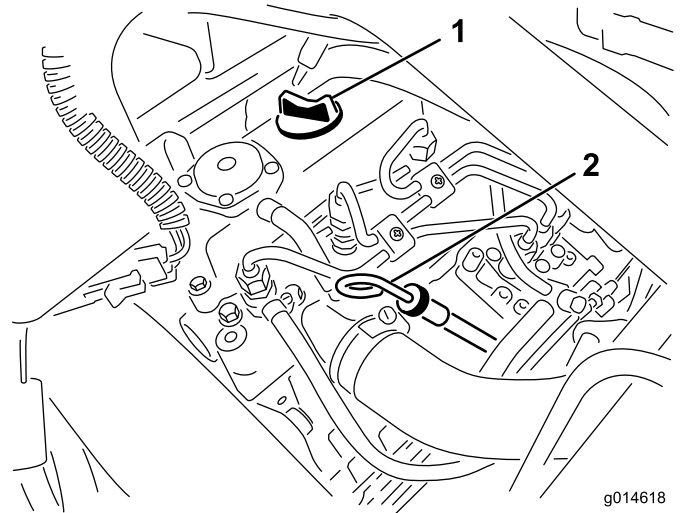

Figure 25
2. Retirez la jauge et essuyez-la sur un chiffon propre (Figure 25). Remettez la jauge dans le tube en l'enfonçant au maximum. Sortez la jauge du tube et vérifiez le niveau d'huile. Si le niveau est trop bas, retirez le bouchon de remplissage du couvre-culasse et ajoutez **lentement** la quantité d'huile nécessaire pour faire monter le niveau jusqu'au repère maximum de la jauge. Versez l'huile lentement et vérifiez souvent le niveau durant la procédure. **Ne remplissez pas excessivement.**